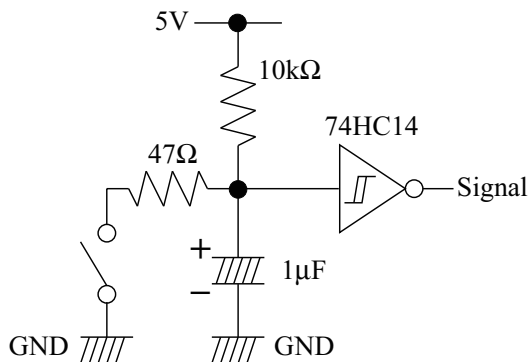
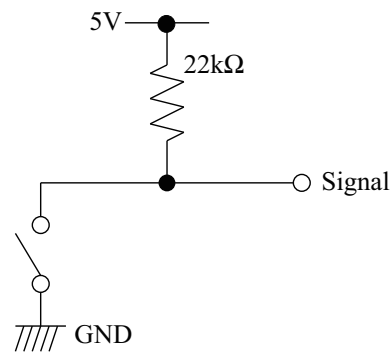

Fig. 1: チャタリング防止回路
Fig. 2: 単純なスイッチ回路
本 Tutorial で製作してもらおうチャタリング防止回路を Fig. 1 に示す。この回路はコンデンサで波形をなめらかにし、シュミットトリガで波形をきれいな方形波に成形している。ちなみに、最も単純なスイッチ回路は Fig. 2 である。
- Fig.1 のチャタリング防止回路をブレッドボード上に作成せよ